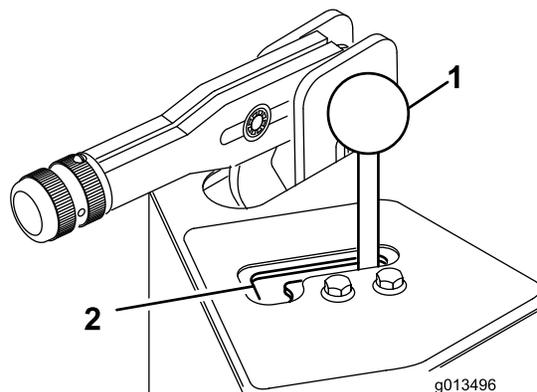

Figura 27
- Allentate le viti a testa cilindrica e i dadi di bloccaggio che fissano la guida della leva (Figura 27) alla protezione della valvola.